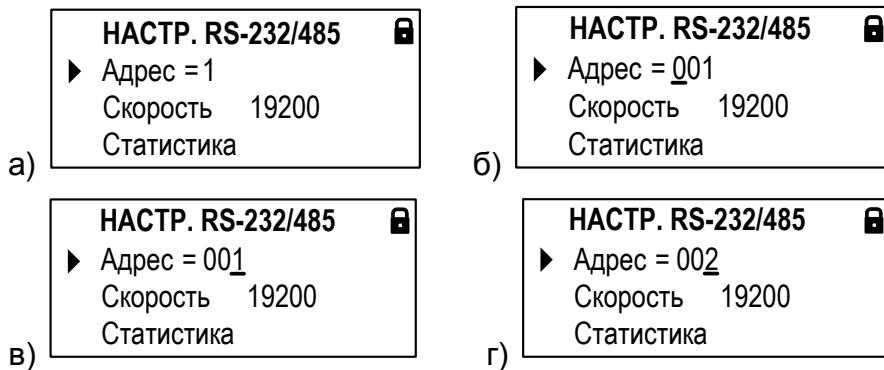

Рис.11. Вид окна индикации при вводе значения параметра поразрядно.
5.3.5.1. В соответствующем меню кнопками , выбрать нужный параметр, установив курсор ► слева от обозначения этого параметра (рис.11.а), и нажать кнопку . При этом появляется индикация курсора — под старшим разрядом индицируемого числа (рис.11.б).
5.3.5.2. Кнопками , установить курсор — под редактируемым значением разряда числа (рис.11.в), а кнопками , установить требуемое значение для выбранного разряда (рис.11.г).